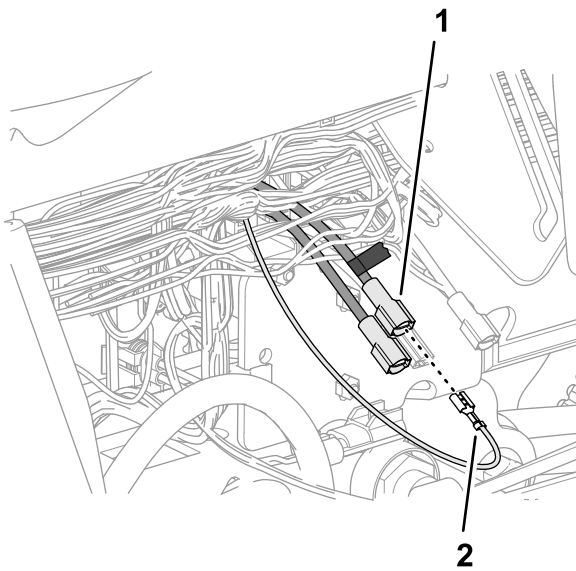

**Figure 189**
4. Avec un morceau de ruban adhésif, repérez le connecteur et le fil que vous avez identifié à l'opération 3 (Figure 189).